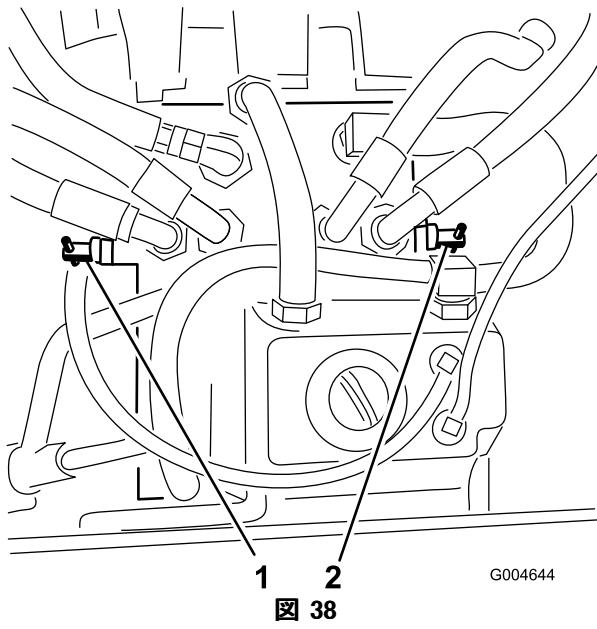

図 38
各バイパスバルブを右回りに1回転させ、手で普通に締めてください（締め付けトルクで約8 Nm (0.8 kg.m)）（図 38）。
- 各バイパスバルブを左回りに1回転させる（図 38）。